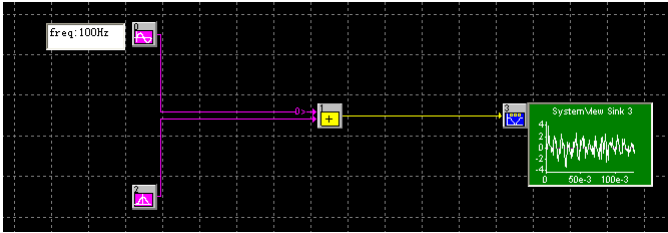

图 6
(2) 定义一个幅度为 1V，频率为 100Hz 正弦信号源和一个高斯噪声信号源；
(3) 放置加法器及接收器；
(4) 将两个信号源与加法器的输入相连，加法器的输出与接收器相连（图 6）；